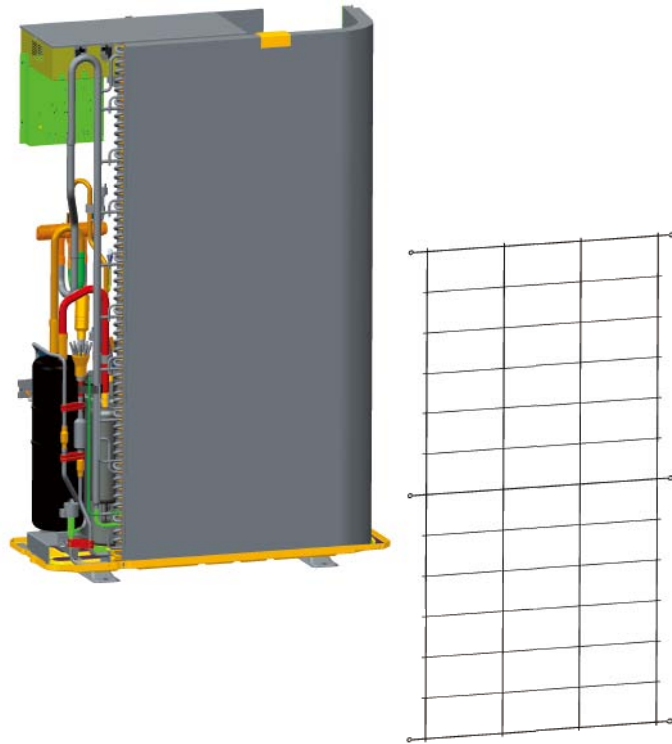

Fig.5
- Afloje los tornillos y sacar la rejilla trasera (Fig. 5)